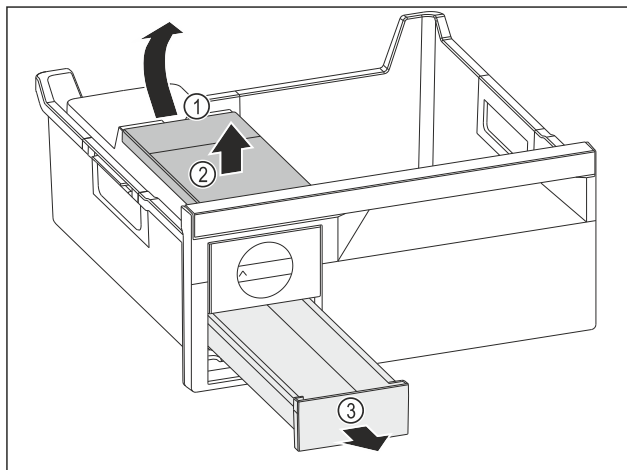

Fig. 86
- ▶ Odobratie nádržky na vodu: Nádržku na vodu nadvihnite za vybranie Fig. 86 (1).
- ▶ Nádržku na vodu Fig. 86 (2) odoberte smerom nahor.
- ▶ Zásuvku na kocky ľadu Fig. 86 (3) odoberte smerom nahor.